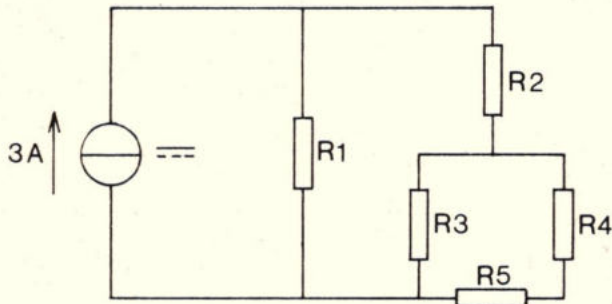

Fig. 3.
4. In de schakeling van fig. 3 hebben alle weerstanden een waarde van 4 Ω .